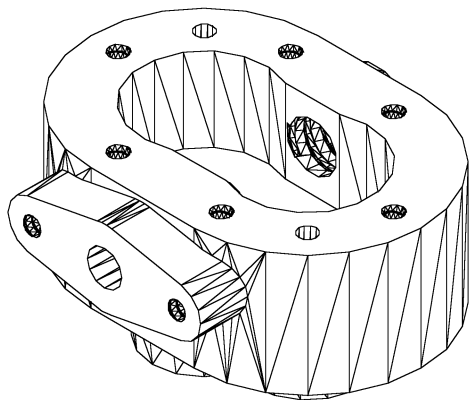

图 13-52 插入“泵体立体图块”
Step 1 插入“泵体立体图块”：调用“绘图”工具栏的“插入块”命令，打开“插入”对话框，单击“浏览”按钮，在“选择图形文件”对话框中选择“泵体立体图块.dwg”。“插入”对话框中单击“确定”按钮，返回绘图窗口，“插入点”在屏幕上指定，设置插入“缩放比例”为 1:1，“旋转”使用默认设置。单击“确定”按钮，完成块插入操作。插入“泵体立体图块”，如图 13-52 所示。